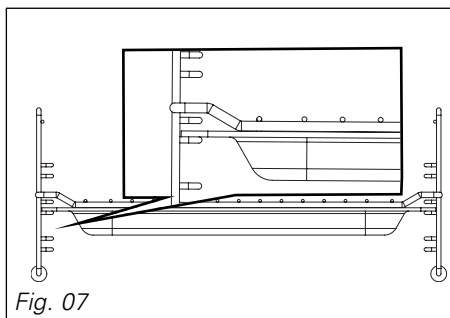

Fig. 07
• **La grille + la lèche-frite en verre :** pour rôti et récupérer le jus de cuisson, placez la grille sur plateau réceptif (Fig.07).